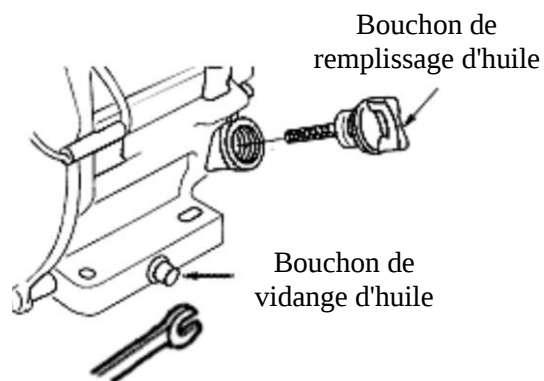

Fig. 12
- Retirez le bouchon de remplissage d'huile (8) et le bouchon de vidange d'huile, puis vidangez complètement l'huile usagée dans un récipient. Voir la figure 12.